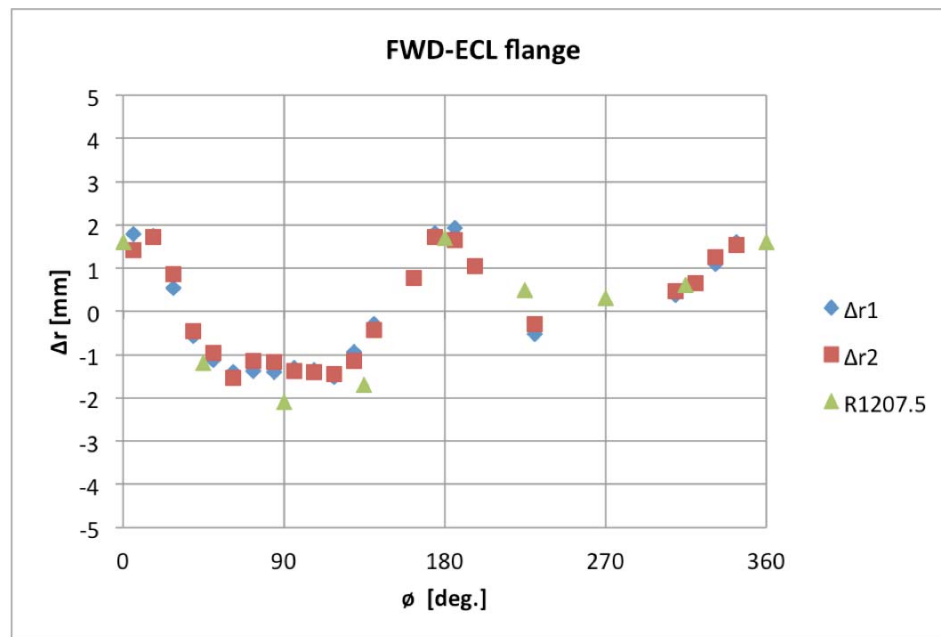
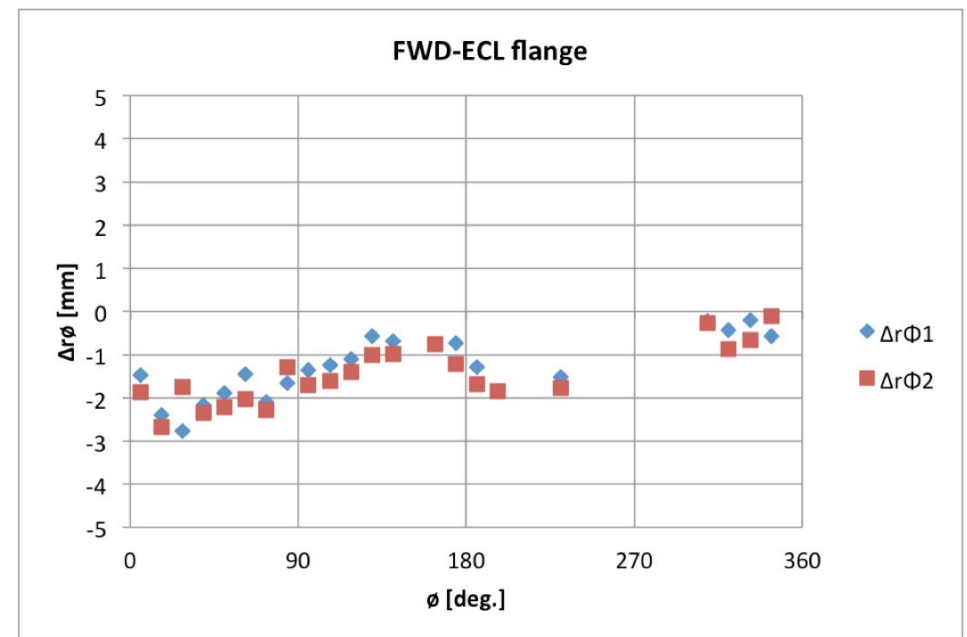

図1
図2
- 図1は $\Delta r$ を、図2は $\Delta r\Phi$ を示す
- 図1のR1207.5は参考資料(ECL-flanges-Survey.pdf)をプロットしたもので、よく一致している
- 参考資料ECL-flanges-Survey.pdfから、ECLの自重のため上下に直径で約2mm潰れて、左右は外に膨らんでいるのが判っているが、穴位置測定の図1からも上下(90°-270°)が潰れ、左右(0°-180°)に膨らんでいるのが分かる